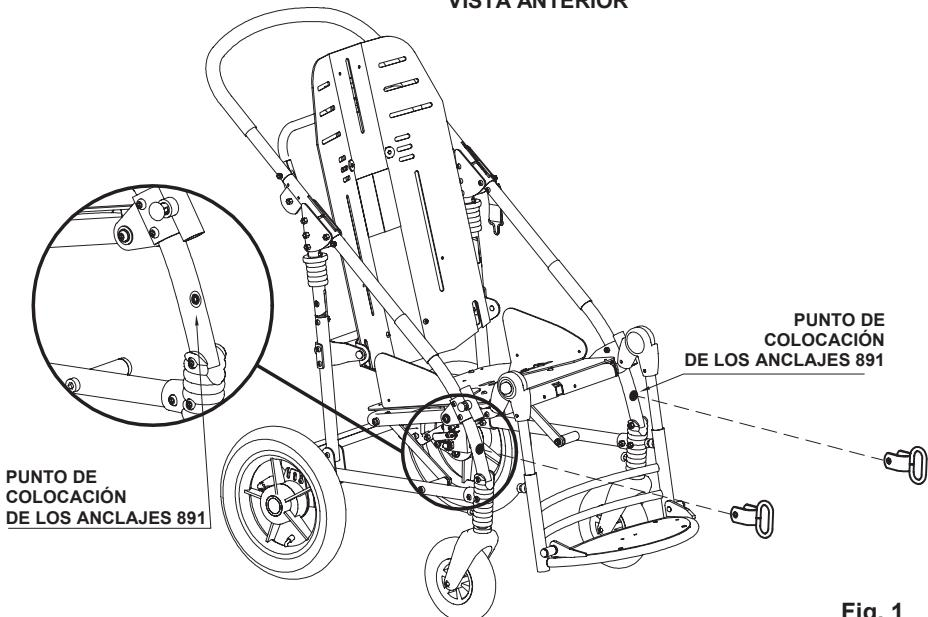
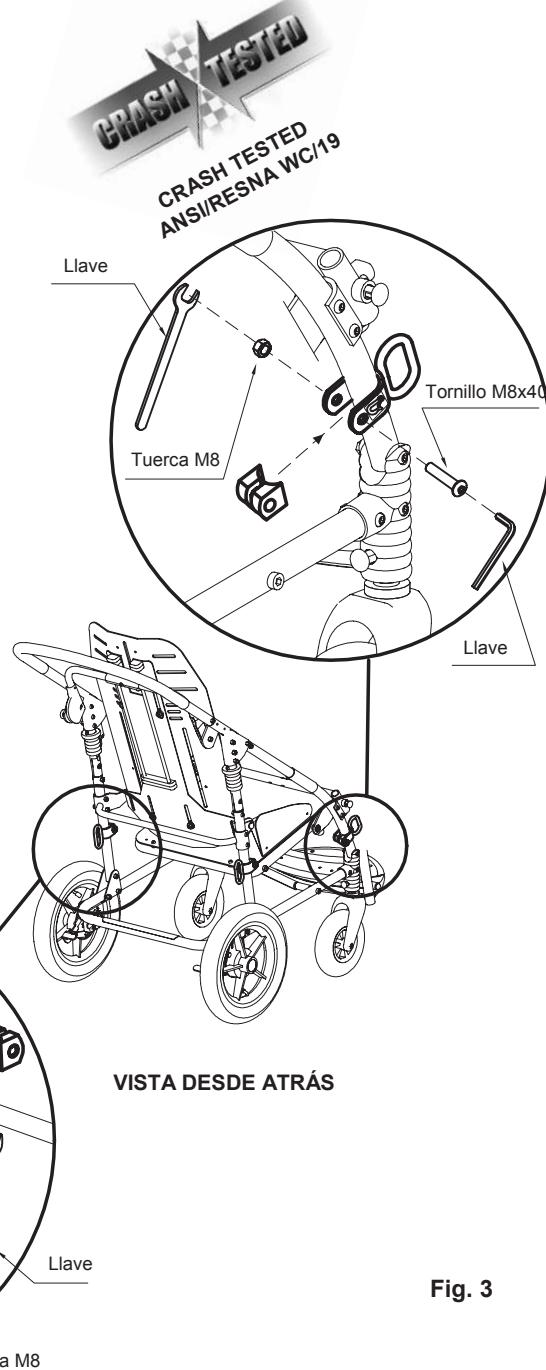
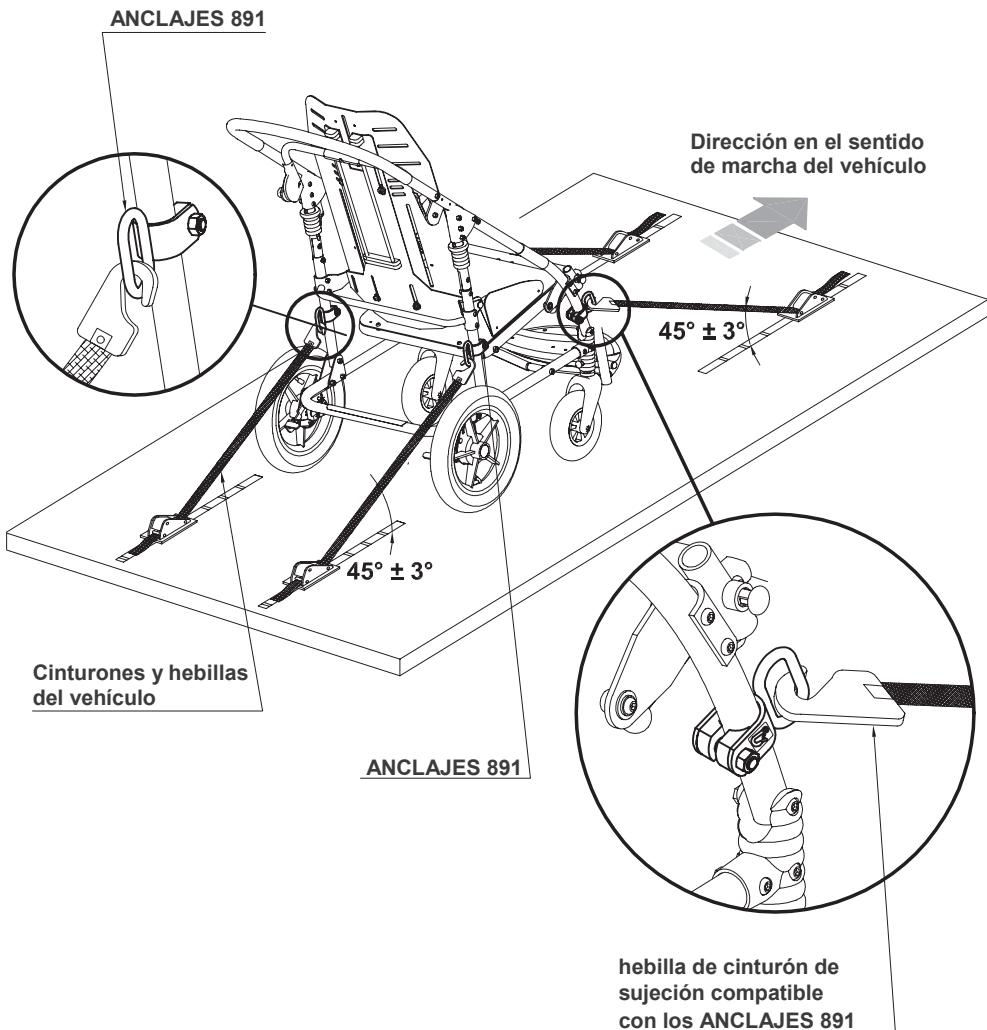

Fig. 1
Fig. 3
Fig. 4
- **EL NIÑO SENTADO EN LA SILLA DE PASEO DEBE SER UBICADO EN LA DIRECCIÓN DEL SENTIDO DE MARCHA DEL VEHÍCULO EN MOVIMIENTO** (ver fig. 4 pág.12). De acuerdo al apartado 6.3.4 de la norma ISO 7176-19, la conformidad con la norma no impide, sin embargo, poder usar la silla de paseo en la dirección opuesta a la marcha, en los grandes vehículos equipados con espacios para esta finalidad específica
- **EL VEHÍCULO DEBE SER APTO PARA EL TRANSPORTE DE SILLAS DE RUEDAS/SILLAS DE PASEO ORTOPÉDICAS DE CONFORMIDAD CON LA NORMA ANSI/RESNA WC/Vol.1 – Sección 19** (ver fig. 4 pág. 12)
- **LA SILLA DE PASEO DEBE SUJETARSE AL VEHÍCULO CON EL RESPALDO Y EL APOYAPIERNAS EN POSICIÓN VERTICAL mediante: 1) un sistema de cinturones de sujeción de 4 puntos conforme con la norma SAE J2249 o ISO 10542-2 suministrado con el vehículo (ver fig.4 pág. 12) y 2) el accesorio 891 – ANCLAJES (4 anillos) (ver fig. 1 y 2 pág.10, fig. 3 pág. 11 y fig.4 pág.12)**